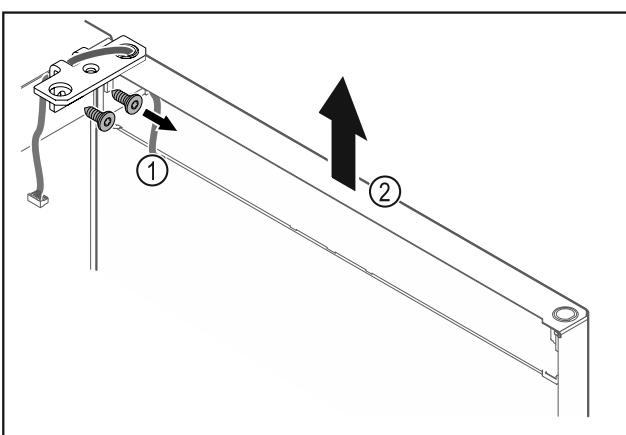

Fig. 19
- Відкрутити шарнірний кутик Fig. 19 (1).
- Дверцята з шарнірним кутиком Fig. 19 (2) приблизно на 200 мм прямо піднімати вгору і зняти.